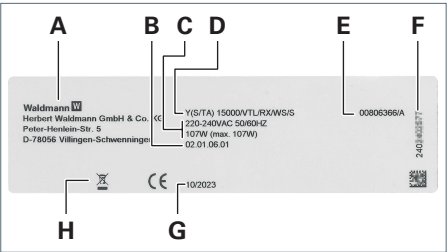

Fig. 27: Leistungsschild Leuchtenkopf (Beispiel).
- Vorhandener Leuchtenkopf, ab Seriennummer 2402389763, siehe Fig. 27